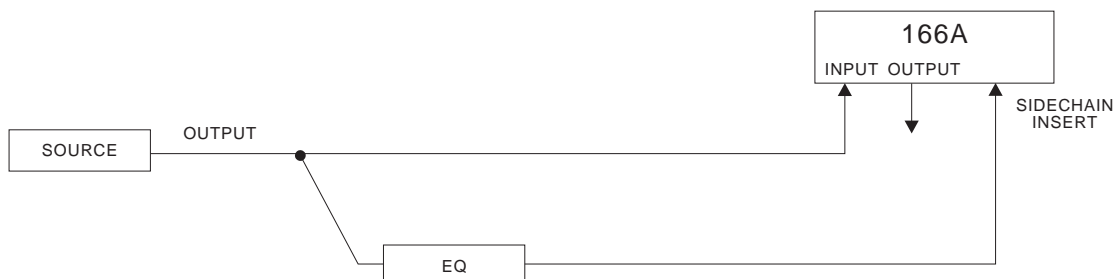

Figure 3 : Compression pondérée en fréquence
Par exemple, pour la commande de porte en fonction de la fréquence ou pour la compression pondérée en fréquence, il est nécessaire d'envoyer à l'entrée d'un égaliseur le même signal que celui envoyé à l'entrée (INPUT) du 166XL, puis de raccorder la sortie de l'égaliseur à la prise SIDECHAIN INSERT du 166XL (figure 3). L'envoi du signal à la fois à l'entrée (INPUT) du 166XL et de l'égaliseur peut être réalisé de plusieurs manières : (1) utiliser un câble d'insertion branché sur la prise SIDECHAIN INSERT. La fiche d'envoi (SEND) se branche sur l'entrée de l'égaliseur et la fiche de retour (RETURN) sur sa sortie ; (2) utiliser un câble en T pour diriger la source audio à la fois vers l'entrée (INPUT) du 166XL et vers celle de l'égaliseur ; (3) envoyer le signal vers l'une des prises d'entrée (INPUT) du 166XL et utiliser l'autre prise d'entrée (INPUT) parallèle du canal pour alimenter l'égaliseur (par ex., si la source audio est branchée sur la prise d'entrée jack 6,35 du canal 1, utiliser la prise d'entrée XLR du canal 1 pour envoyer le signal à l'égaliseur) ; (4) si la source audio est conçue pour multiplier elle-même son signal de sortie (certain synthétiseur, par ex., envoient le même signal à travers deux sorties), brancher un câble sur chacune des sorties puis en raccorder un à l'entrée (INPUT) du 166XL et l'autre à celle de l'égaliseur.